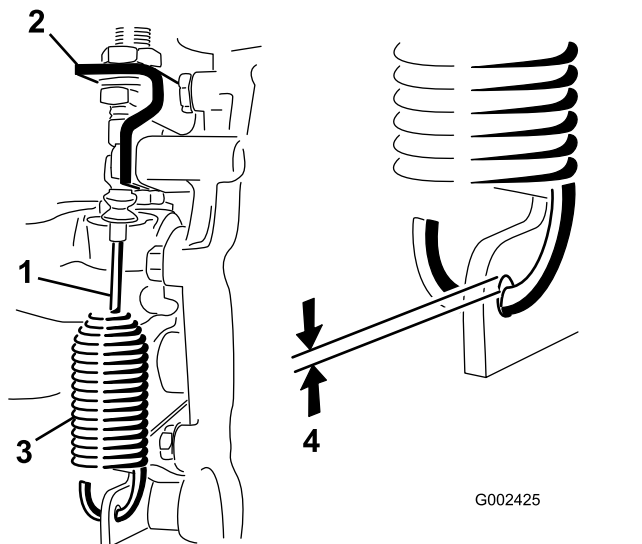

图 45
2. 松开将差速锁拉索固定至驱动桥支架的锁紧螺母 图 45。